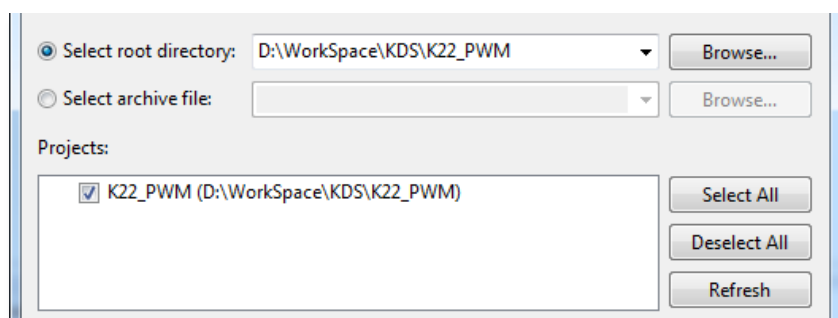

图 53 在KDS中导入已有工程
4. 在“Projects”框中会列举出目标文件夹中所有的工程，在需要导入的工程前的选项框内打勾，并点击“Finish”，如图 53 所示。